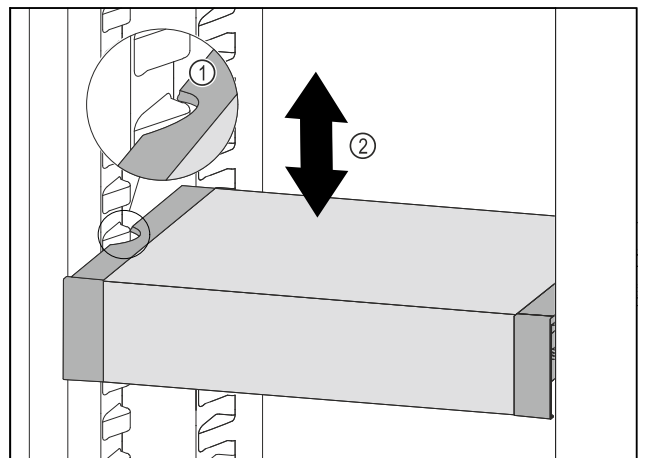

Fig. 200
- VarioSafe nach vorne ziehen, bis sich die seitlichen Aussparungen des VarioSafes auf Höhe der Behälterrippe im Kühlteil befinden. Fig. 200 (1)
- ▶ VarioSafe im Kühlteil nach oben oder unten bewegen, bis gewünschte Höhe erreicht ist. *Fig. 200 (2)*